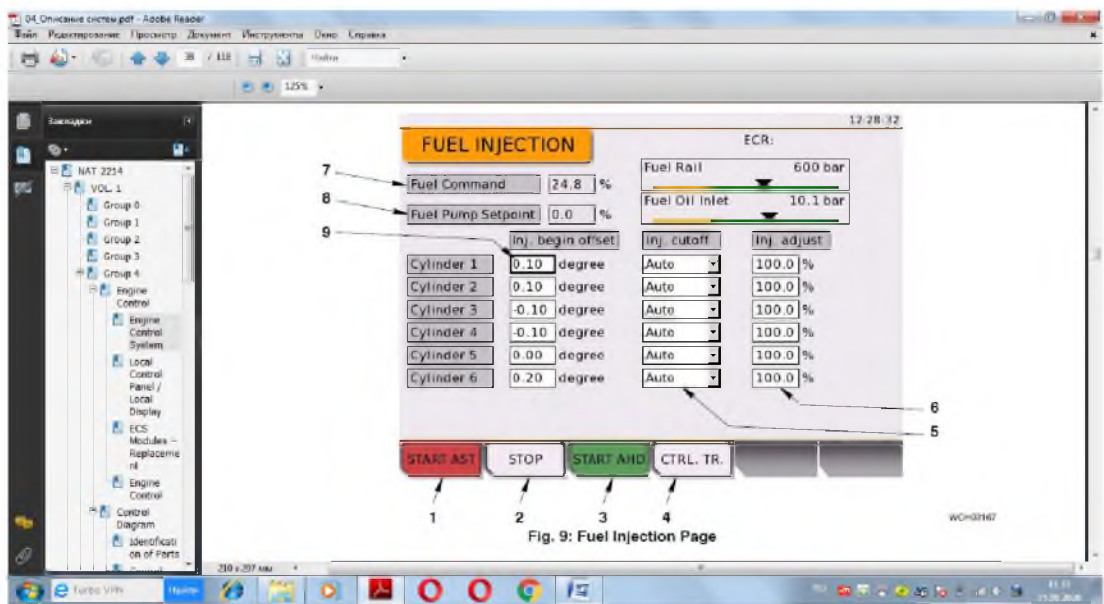

Рисунок 8 – Страница впрыска топлива
1) Чтобы настроить параметры впрыска дизельного топлива, поверните поворотную кнопку, чтобы переместить курсор в соответствующее текстовое поле (см. рисунок 8). Нажмите поворотную кнопку, чтобы войти в редактирование. Режим.